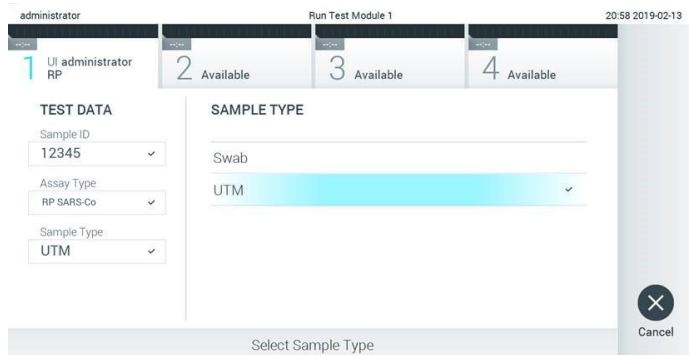

Figura 26. Selezione del tipo di campione.
16. Selezionare il tipo di campione appropriato dall'elenco (Figura 26, pagina successiva).